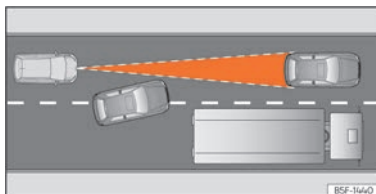

Abb. 110 Fahrspurwechsel eines anderen Fahrzeugs.
- Fahrzeuge, die in geringem Abstand auf die eigene Fahrspur wechseln »» (Abb. 110).